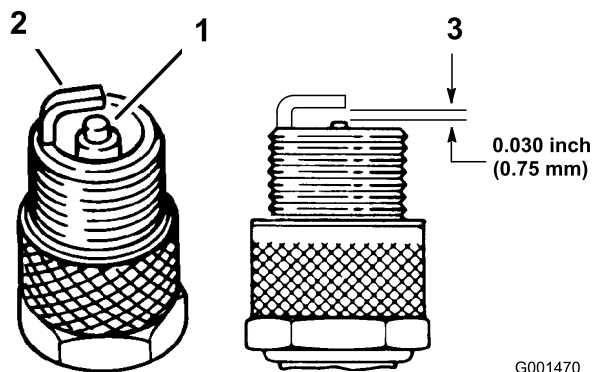

図 28
1. 中央の電極部(図 28)を観察する。絶縁体部がうす茶色や灰色なら適正、黒い汚れがある場合にはエアクリーナの不良を考える。
2. プラグの電極間のエアギャップ(図 28)を点検し、適正值から外れていれば外側の電極(図 28)を曲げて調整する。
3. 点火コードを接続する(図 28)。